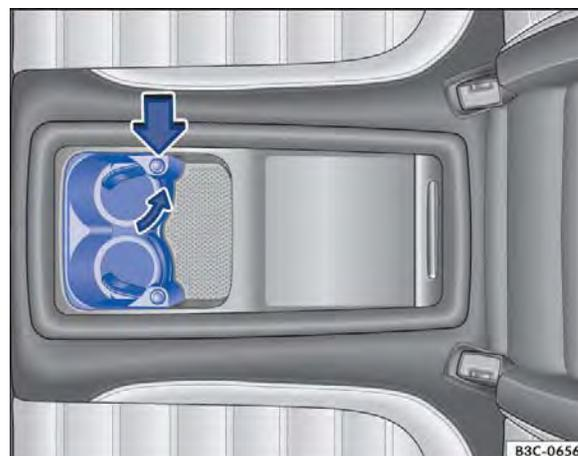

Fig. 127 Porta-bebidas aberto entre os assentos traseiros: abrir suporte. ▶
- Pressionar o botão para girar o suporte de copos para fora ⇒ Fig. 127 (seta grossa).
- Girar o suporte de copos de volta ao console ⇒ Fig. 127 (seta pequena) até que ele se encaixe.